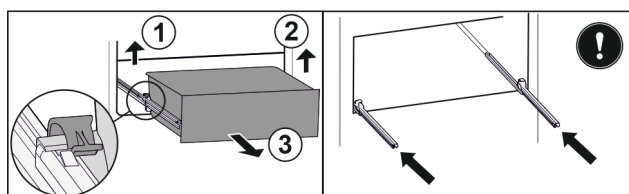

Fig. 109
- Linke Klemme anheben und gleichzeitig Schubfach links nach vorne ziehen. Fig. 109 (1)
- Rechte Klemme anheben und gleichzeitig Schubfach rechts nach vorne ziehen. Fig. 109 (2)
- Schubfach nach vorne entnehmen. Fig. 109 (3)